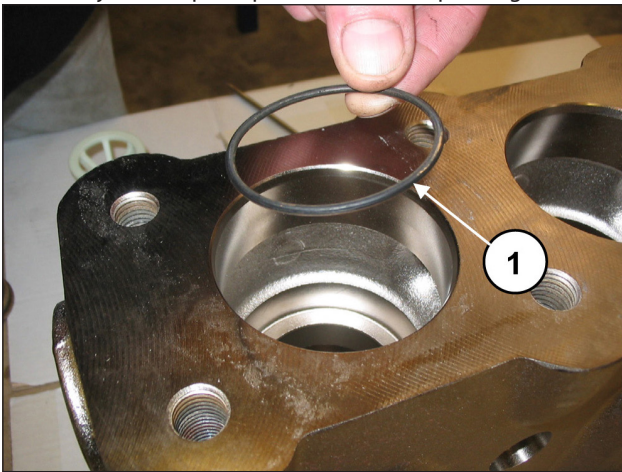

Fig. 93
Insérer le joint torique, rep. vue éclatée 5 (rep. ①, Fig. 93).